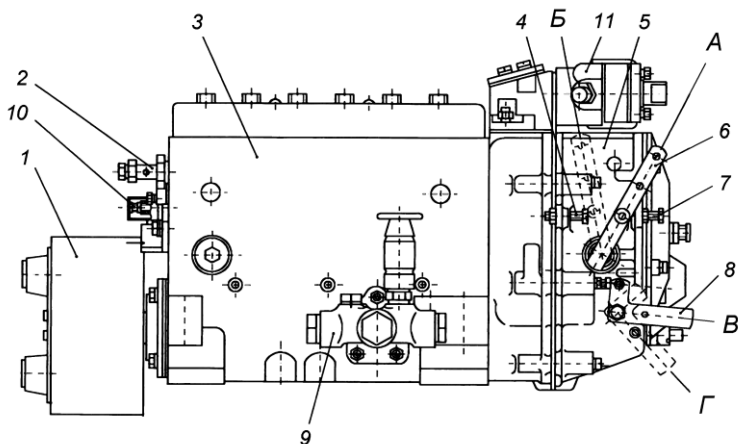
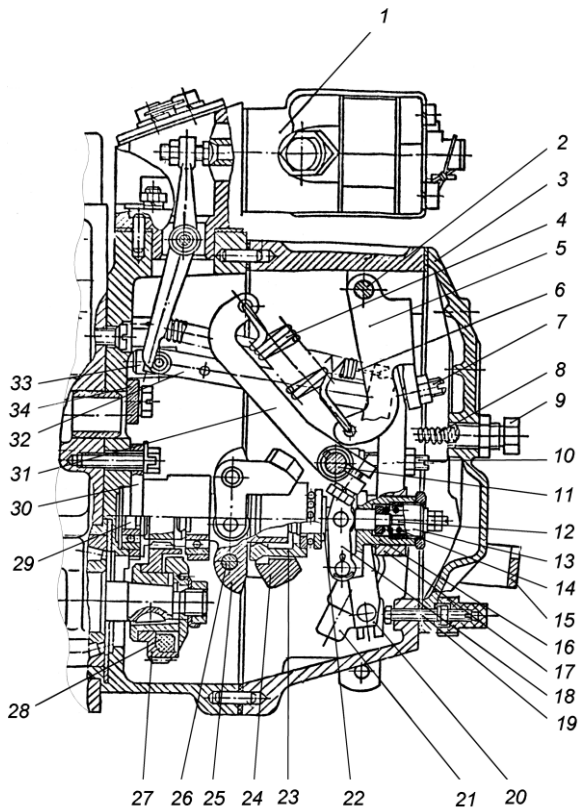
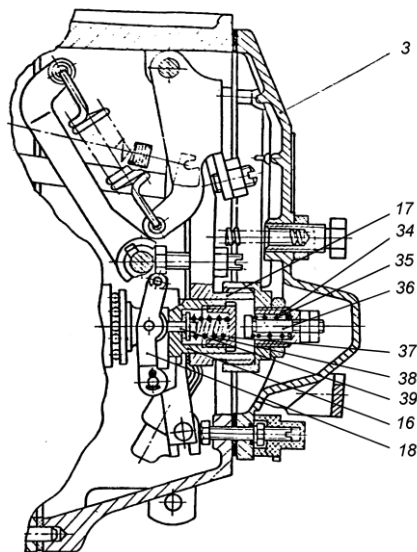

Рис. 25. Топливный насос высокого давления:
Рис. 26. Регулятор частоты вращения:
Рис. 27. Регулятор частоты вращения:
Топливный насос высокого давления в сборе с регулятором частоты вращения, топливоподкачивающим насосом и демпферной муфтой изображен на рис. 25.
Регулятор частоты вращения (рис. 26, 27) механический всережимный центробежного типа предназначен для поддержания заданного водителем скоростного режима работы двигателя путем автоматического изменения количества подаваемого топлива в зависимости от изменения нагрузки на двигатель.
Муфта 23 с упорной пятой 22 в сборе одним концом опирается на направляющую поверхность державки, а за второй конец подвешена на рычаге 18 корректора, закрепленном на втулке 16 рычага регулятора. Пята муфты грузов связана через узел отрицательного корректора с рычагом рейки 20 и через тягу 32 с рейкой топливного насоса. К верхней части рычага рейки присоединена пружина 6 рычага рейки, удерживающая рейку насоса в положении, соответствующем максимальной подаче, что обеспечивает увеличенную подачу топлива при пуске двигателя. В нижнюю часть рычага рейки запрессован палец, который входит в отверстие ползуна кулисы 21. Вал 11 рычага регулятора жестко связан с рычагом управления 6 (рис. 25) и рычагом пружины 31. Перемещение рычага управления регулятором ограничивается двумя болтами 4 и 7 (рис. 25). За рычаг пружины
31 (коротким зацепом) (рис. 26) и двуплечий рычаг 5 (длинным зацепом) зацеплена пружина регулятора 4, усилие которой передается с двуплечего рычага на рычаг регулятора через винт - 7 двуплечего рычага. В рычаг регулятора ввернут регулировочный болт 10, который упирается в вал рычага пружины и служит для регулировки номинальной подачи топлива. В нижней части рычаг регулятора снабжен боковой накладкой, удерживающей втулку 16 обратного корректора и упорную пятю 22 от проворота. Кроме того, хвостовик болта крепления боковой накладки, входя в боковой продольный паз втулки предохраняет ее от выпадания из расточки рычага. Упор 34, закрепленный на корпусе регулятора, не позволяет рычагу пружины 31 опасно приближаться к вращающейся державке грузов. В нижней части рычага регулятора расположены корректирующие устройства, предназначенные для формирования внешней скоростной характеристики ТНВД и крутящего момента двигателя. ТНВД 133-20 оснащен отрицательным корректором (рис. 26), а ТНВД 133-30 – комбинированным корректором (рис. 27). Для полного выключения подачи топлива служит механизм останова, состоящий из кулисы 21, скобы 15 и возвратной пружины. Во время работы кулиса прижата усилием возвратной пружины к регулировочному винту 19.
грузов 23 рычаг рейки 32 до упора втулки 16 (рис. 27) отрицательного корректора в положительный корректор 36. Далее, преодолевая сопротивление буферной пружины 8, грузы перемещают вправо всю систему рычагов и рейку ТНВД до установления цикловой подачи секции ТНВД, соответствующей минимальному скоростному режиму (режиму минимальной частоты вращения холостого хода).
Корректоры, установленные на рычаге 17 регулятора (рис. 26 и 27), обеспечивают изменение цикловой подачи в зависимости от частоты вращения коленчатого вала.
Положительный корректор 34, 35, 36 (рис. 27) обеспечивает постоянное увеличение подачи топлива при уменьшении частоты вращения коленчатого вала двигателя от номинальной до  $1300+50 \text{ мин}^{-1}$  и тем самым обеспечивают тяговую характеристику двигателя в зоне максимального крутящего момента.
Отрицательный корректор ТНВД 133-30 (16, 18, 37, 38, 39 рис. 27), обеспечивает постепенное уменьшение цикловой подачи топлива при уменьшении частоты вращения коленчатого вала двигателя от  $1300 \text{ мин}^{-1}$  до  $1000 \text{ мин}^{-1}$  и тем самым обеспечивает бездымную работу двигателя.
Отрицательный корректор ТНВД 133-20 (12, 13, 14, 16, 18 рис. 26) обеспечивает постепенное уменьшение цикловой подачи топлива при уменьшении частоты вращения коленчатого вала двигателя от номинальной до  $1000 \text{ мин}^{-1}$ .
- 1 Минимальная частота вращения холостого хода регулируется болтом 7 (рис. 25) и корпусом буферной пружины 9 (рис. 26);
- 2 Максимальная частота вращения холостого хода (начало выброса рейки) регулируется болтом 4 (рис. 25).
- 3 Номинальная мощность (подача) регулируется болтом 10, подрегулируется винтом 19 (рис.26).
- 4 Максимальный крутящий момент (для ТНВД 133-30) подрегулируется корпусом пружины корректора 34 (рис. 27).
- 5 Предварительное натяжение пружины (разность оборотов конца и начала выброса рейки) регулируется винтом 7 (рис. 26).
для ТНВД 133-20 - гайкой корректора 12 (рис. 26);
для ТНВД 133-30 - шайбами между упором 39 и втулкой 16 корректора (рис. 27).
для ТНВД 133-20 - корпусом корректора 13 (рис. 26);
для ТНВД 133-30 - шайбами между пружиной 38 и пробкой 37 корректора (рис. 27).